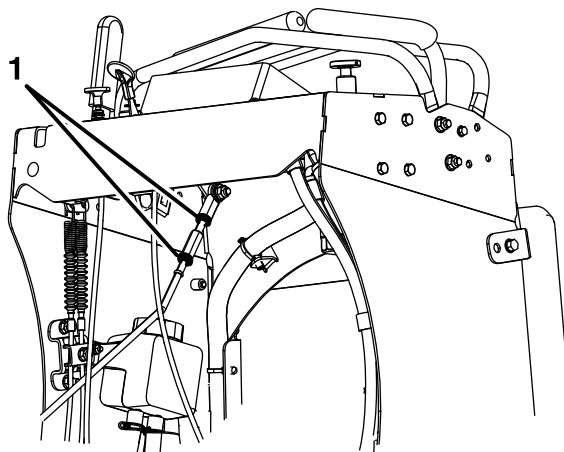

Figura 46
- A. Lasciate che le leve di controllo del movimento tornino in posizione di folle e allentate i 2 controdadi sulla tiranteria di regolazione esagonale (**Figura 46**).
C. Serrate i controdadi (Figura 46).